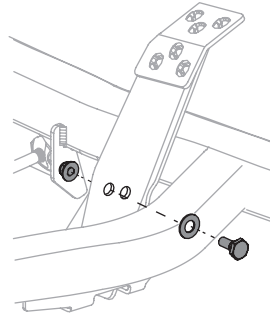

Figura 33
2. Quite el perno hexagonal, la arandela y la tuerca hexagonal cerca del centro del montaje del pedal (Figura 33).